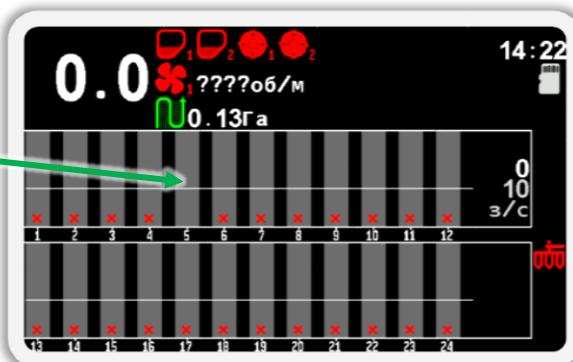

Рисунок 65
6. Убедитесь, что адрес датчика изменился на требуемый. Для этого физически отключите и подключите датчик к жгуту связи. После этого вернитесь на главный экран (см. Рисунок 65). Для этого сначала выйдите из меню «Сервис», а затем закройте меню главного экрана. (используйте кнопку «Назад»).